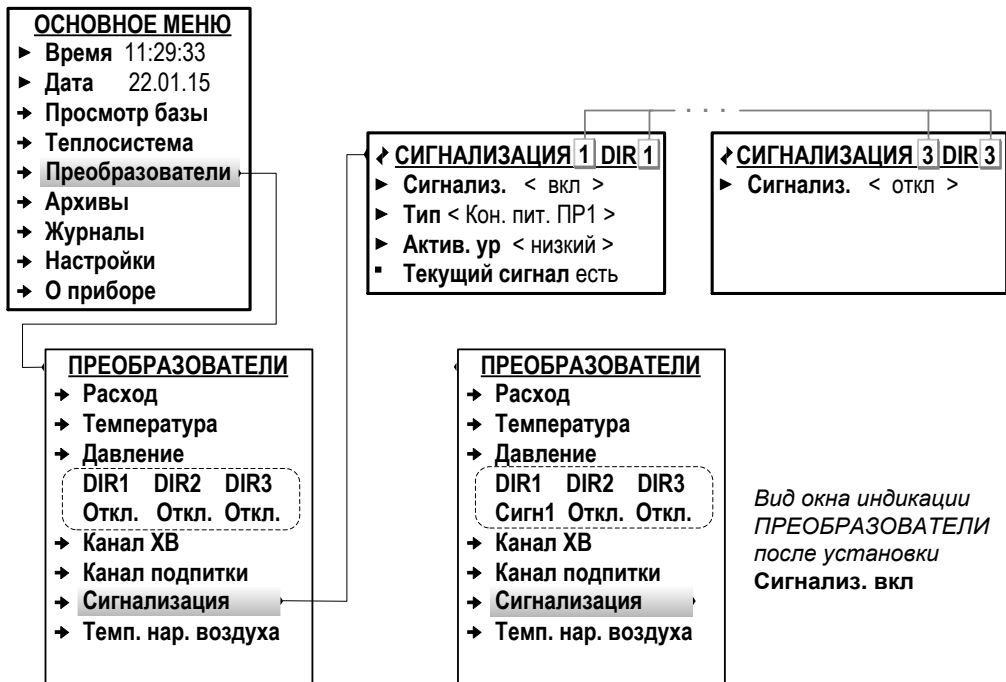

Рис.27. Вид меню настройки входов «Сигнализация» (режим СЕРВИС).
7.5.3.2. Вид меню **Преобразователи / Сигнализация** для настройки входов DIR1, DIR2, DIR3 приведен на рис.27. Меню настройки становится доступным после установки значения **вкл** для параметра **Сигнализ.**